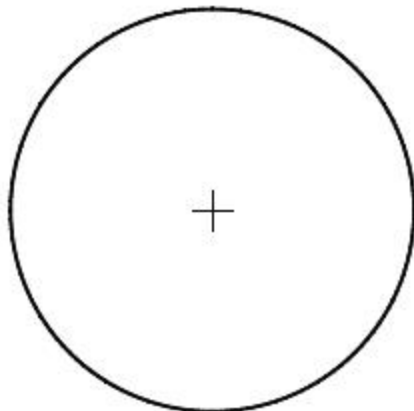

图5-20 标记样式
- 标记：创建圆心标记。在圆心位置将会出现小十字标记，如图5-20所示。